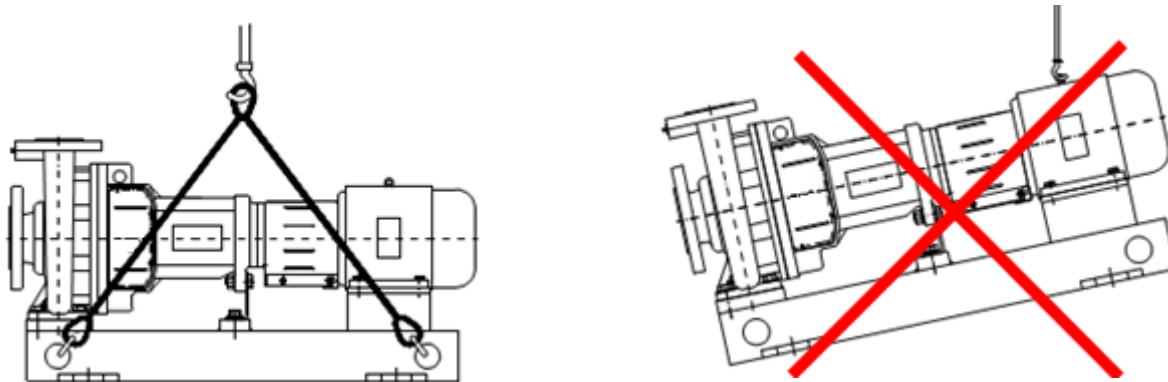

Рисунок 1. Схема строповки агрегата электронасосного серии SMA(A)
При подъеме агрегата электронасосного серии SMA(A) строповку производить по схеме приведенной на рис. 1.
ЗАПРЕЩАЕТСЯ ПОДНИМАТЬ АГРЕГАТ ЭЛЕКТРОНАСОСНЫЙ СЕРИИ SMA(A) ЗА МЕСТА, НЕ ПРЕДУСМОТРЕННЫЕ СХемой СТРОПОВКИ (см. рис. 1)!!!
- установить агрегат насосный на заранее подготовленный фундамент (схему строповки см. рис. 1);